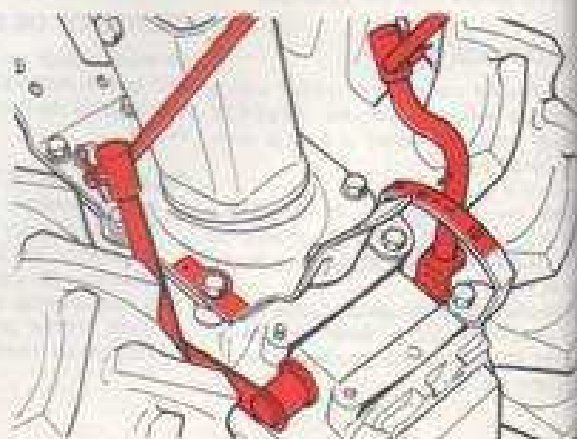

Fig. 6 - Bild 6
2. Engage the gearshift selector and the p.t.o. lever following instructions listed in fig. 6.
**Attention** — For going in REVERSE while p.t.o. is used, bring p.t.o. lever to "0" position, then engage the selector lever in REVERSE. Also to shift from the second gear to the third gear, the p.t.o. lever should be brought to the Neutral position (see instructions fig. 6).
2. Engager le levier des marches et celui de la P. d. f. selon instructions en fig. 6.
**Attention** — Si faut aller en marche arrière pendant que la p.d.f. est utilisée, amener le levier de la p.d.f. au point mort (position "0") et engager le levier du sélecteur de vitesses en marche arrière. Il faut amener au point mort la prise de force même pour passer du deuxième rapport au troisième (voir instructions fig. 6).
2. Den Gangschalthebel und den Zapfwelle-Steuerhebel unter Beachtung der Anleitungen im Bild 6 einlegen.
**Achtung** — bei Rückwärtsfahrt unter Verwendung der Zapfwelle, den Zapfwelle-Steuerhebel in Stellung "0" bringen und den Gangschalthebel in den Rückwärtsgang einlegen. Es ist erforderlich, die Zapfwelle in Leerlaufstellung zu bringen auch zum Einschalten vom zweiten zum dritten Gang (siehe Anleitung im Bild 6).
(see fig. 6)
(voir fig. 6)
(siehe Bild 6)